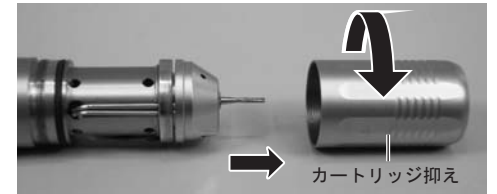

図15
- カートリッジ抑えを、図15の矢印方向に回して取り外します。